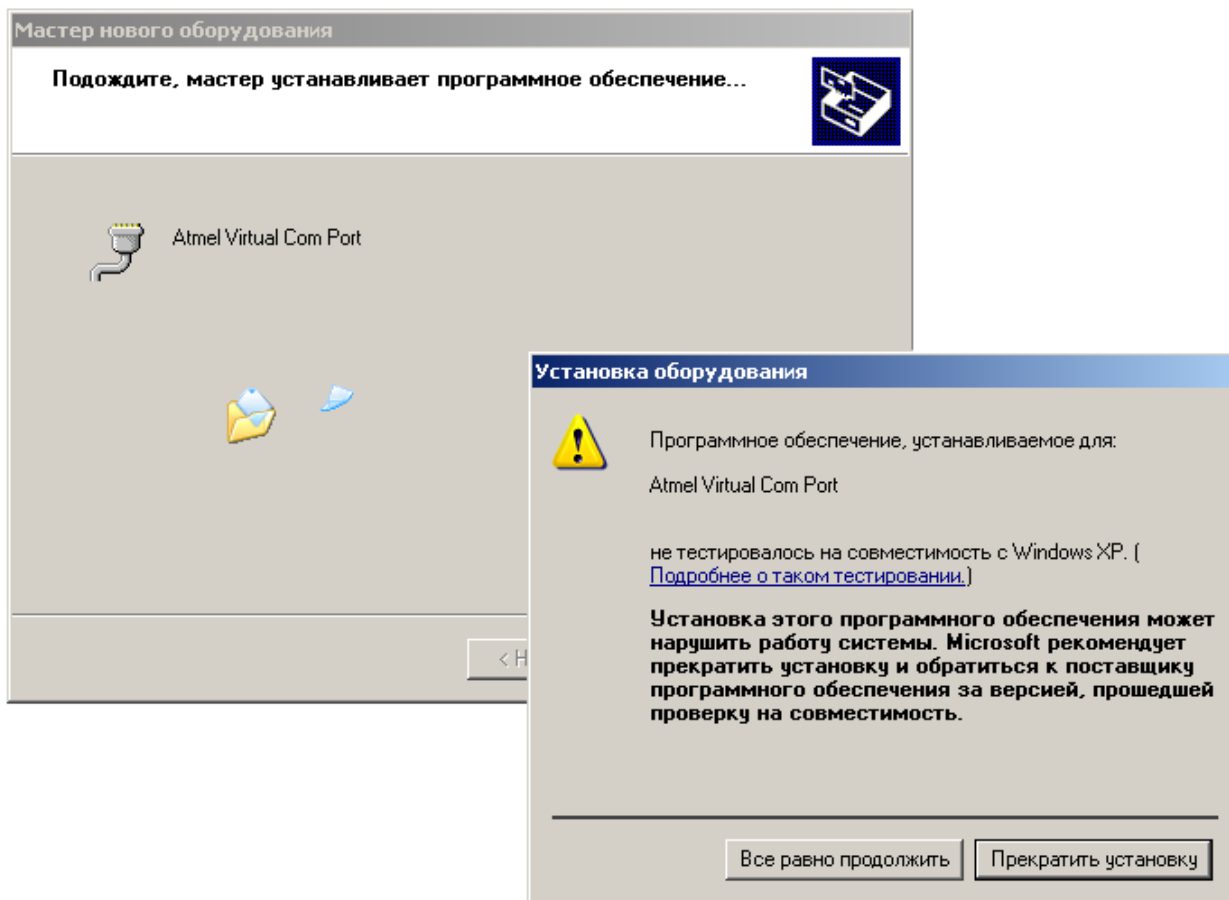

Рис. 4 – Окно «Установка оборудования»
2.2.4.6 Нажмите на кнопку «Далее». Откроется окно «Установка оборудования» (см. Рис. 4).